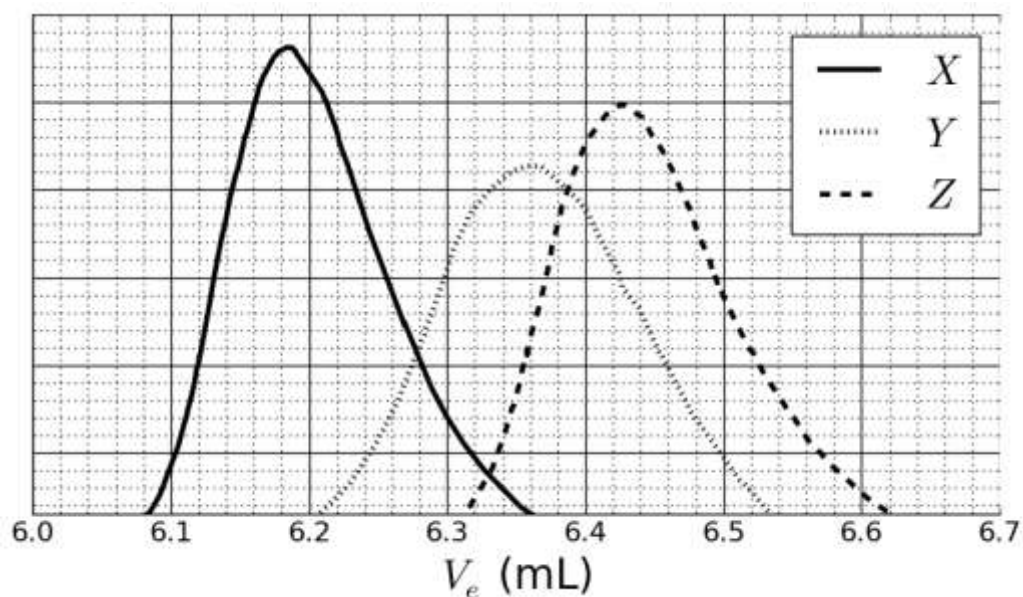

Fig. 2 – Cromatogramas de SEC de 3a, 3b y 3c en función del volumen de elución, V_e .
La reacción de 1 con 2 resulta en los copolímeros 3a después de 20 h, 3b después de 25 h, y 3c después de 30 h de reacción a 40 °C. Los resultados de la cromatografía de exclusión por tamaño (SEC por sus siglas en inglés) se presentan en la Fig.2.
6. Asigna las señales en la Fig. 2 a los copolímeros 3a, 3b y 3c.
7. Basado en las curvas de SEC en las Fig. 2 y 3, determina el volume de elución V_e del polímero que corresponde a la curva X y úsalo para estimar el grado de polimerización m del segundo bloque. Presenta detalladamente tus cálculos. Puedes usar una calculadora o graficar.